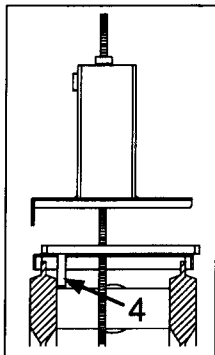

Abb.5:
Gewindestange mit 4 Kt.-Mutter von oben durchstecken. Die Position der Senkkopfniete (4) ist abhängig von der Plattenstärke des Heizkörpers (siehe Abb. 5).